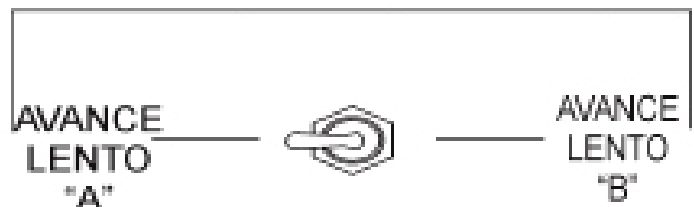

Figura 43. Interruptor de avance lento del cilindro manual
2. Gire y mantenga el interruptor manual de marcha lenta del cilindro (Figura 43) en la posición **AVANCE LENTO "A"** ó **AVANCE LENTO "B"** para probar la presión de ese cilindro.